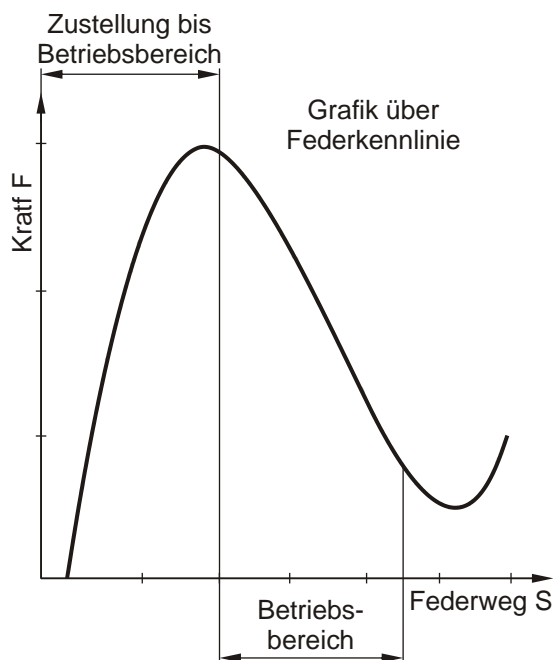

Bild 10
Der jeweilige Drehmoment-Einstellbereich ist auf dem Typenschild (23) aufgedruckt. Die Einstellung erfolgt durch Verdrehen der Einstellmutter (6). Die eingebauten Tellerfedern (10) werden im negativen Bereich der Kennlinie (siehe Bild 10) betrieben, d. h. eine stärkere Vorspannung der Tellerfeder bewirkt ein Absinken der Federkraft.